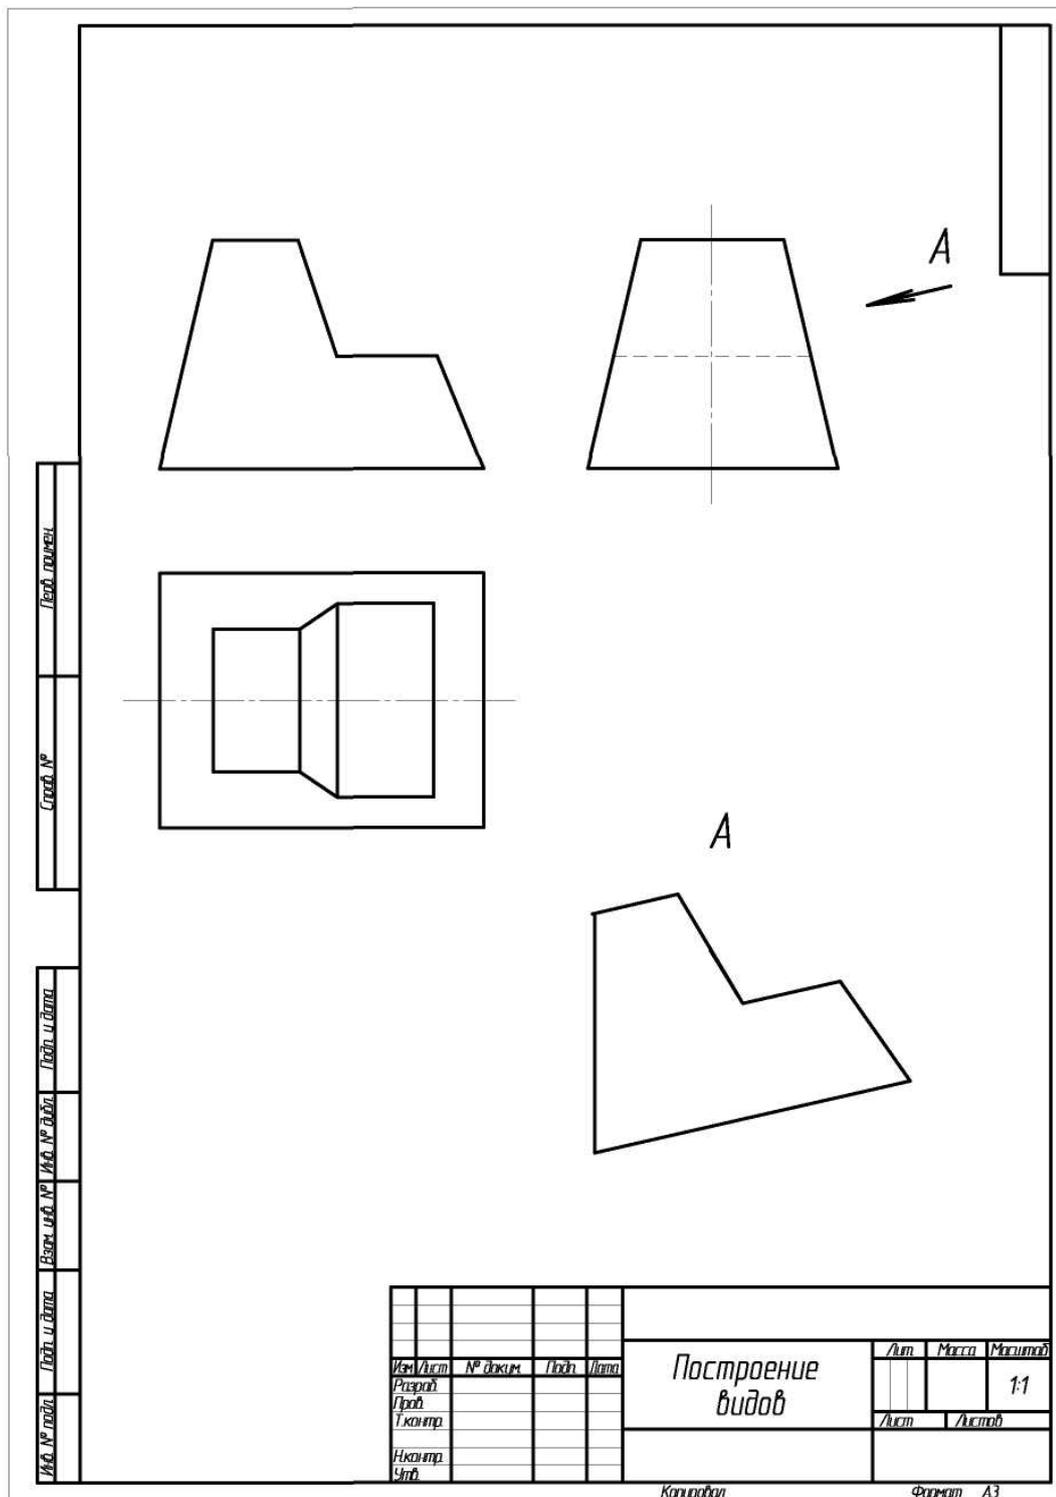

Рисунок 1.28. - Пример выполнения задания «Построение видов»
- Окончательный результат выполнения лабораторной работы представлен на рис. 1.28.